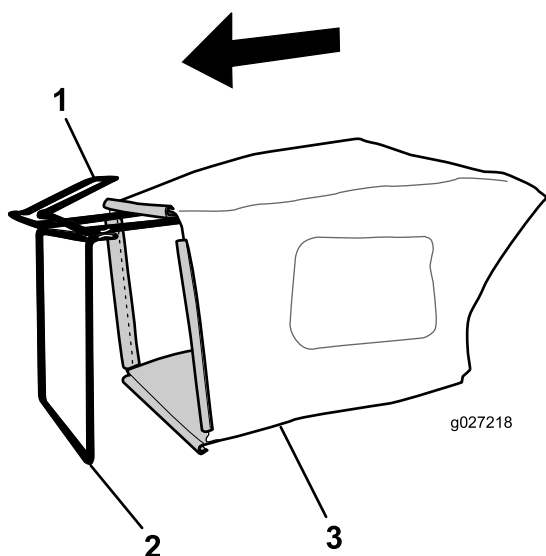

Рисунок 7
1. Установите мешок для травы на раму, как показано на Рисунок 7.
Примечание: Не надевайте мешок на ручку (Рисунок 7).